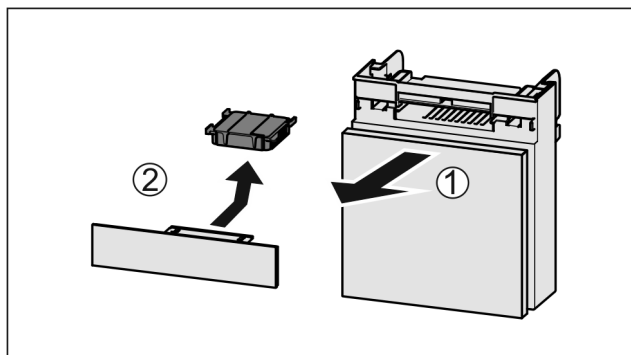

Fig. 147
- ▶ Вытянуть Fig. 147 (1) отделение движением вперед.
- ▶ Извлечение Fig. 147 (2) фильтра с активированным углем.